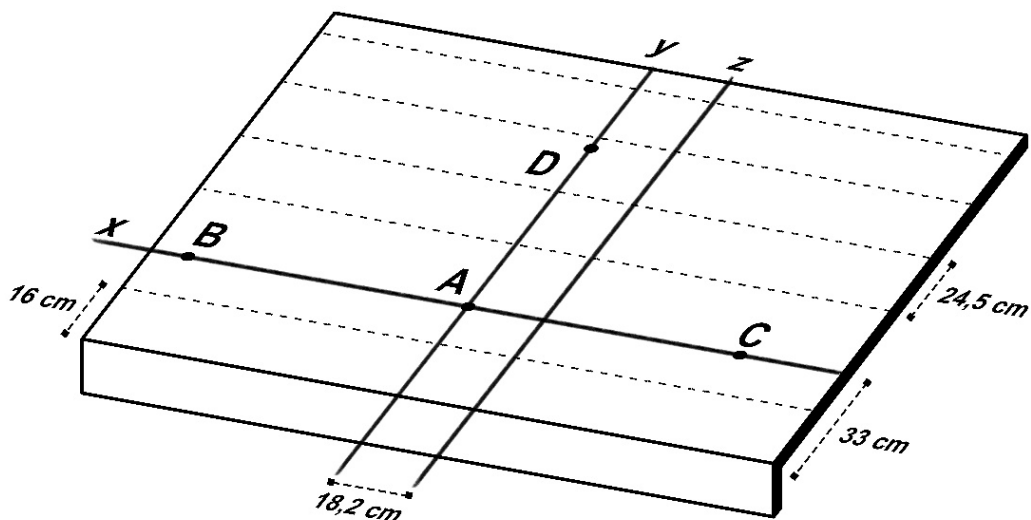

Fig. 3 - Tracciatura della falda [cm]
- Tracciare delle linee orizzontali e parallele a **x**, ad una distanza fra loro di 24,5 cm, fino ad arrivare al colmo - vedi Fig. 3.